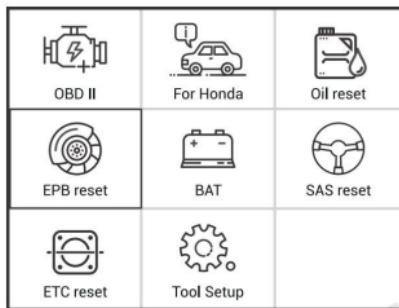

Abbildung 1
- (1) Wählen Sie [Brake Pad Replacement] direkt aus dem Neun-Felder-Menü. (Abbildung 1)